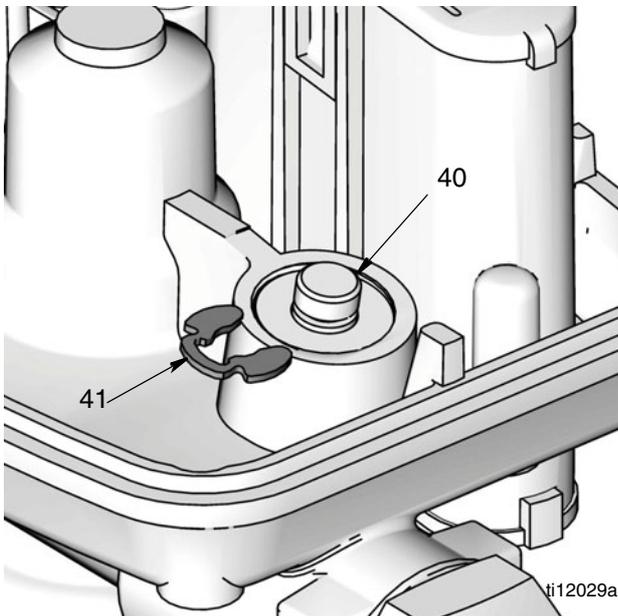

FIG. 26
- f. Instale el e-clip (41) sobre la muestra en el extremo de la varilla (40) (FIG. 26).